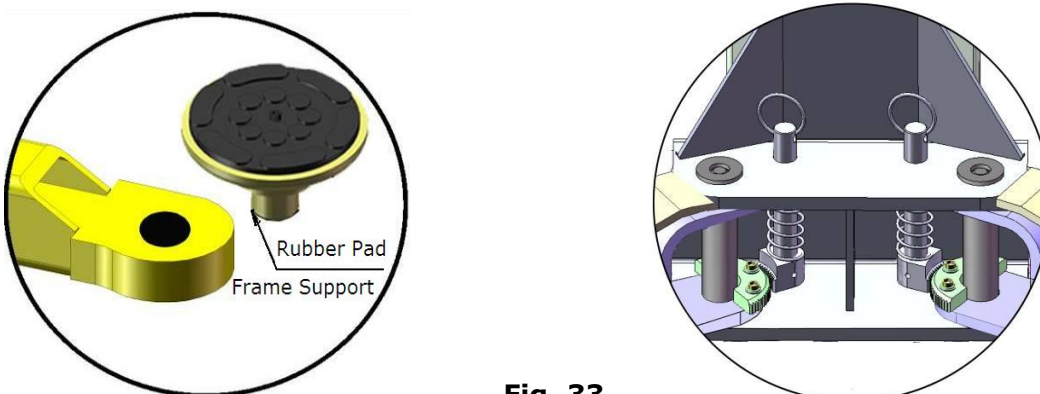

Fig. 33
O. Install Lifting Arms (See Fig. 33).